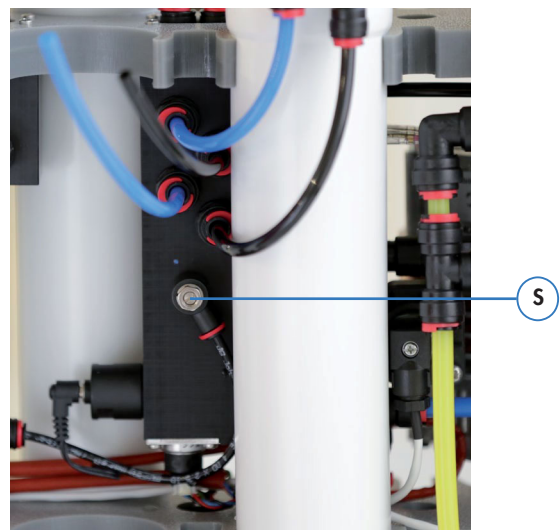

Fig. 9: Vite di regolazione (S) per taglio definito
Tramite la valvola di taglio integrata è possibile aumentare la conduttività del permeato aggiungendo acqua di alimentazione. La necessità o meno di un taglio dipende dall'utilizzo finale. La vite di regolazione (S) si trova all'interno dell'apparecchio, vedi fig. 9, l'impostazione può essere modificata con un cacciavite piatto. Il valore di conduttanza desiderato (valore nominale) può essere letto sul display.